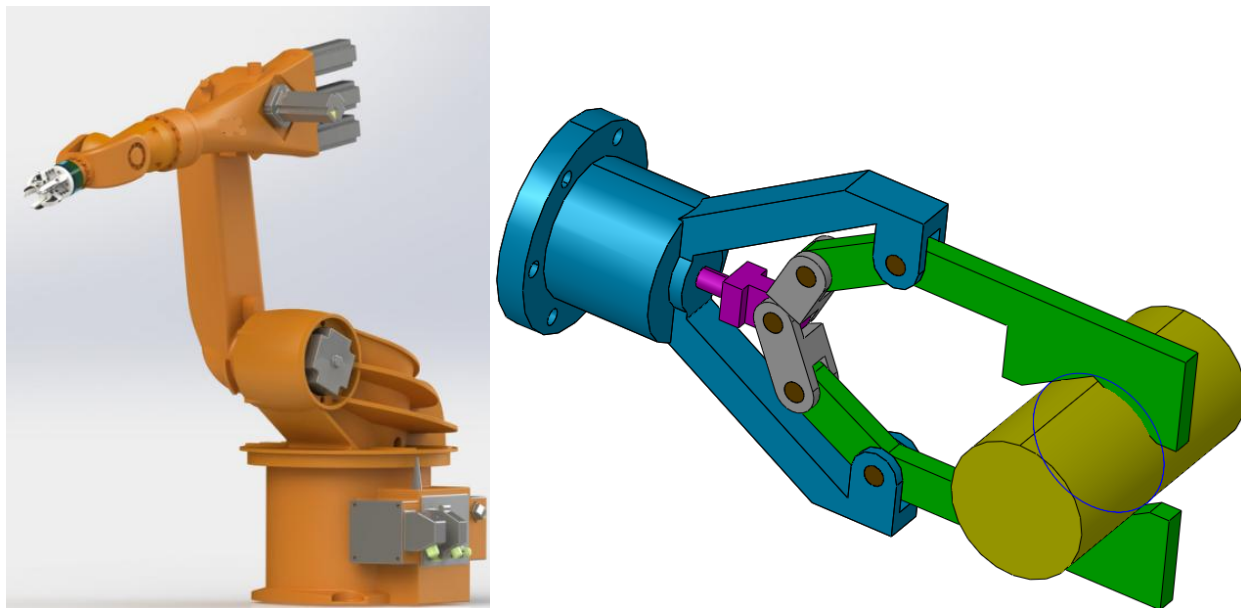
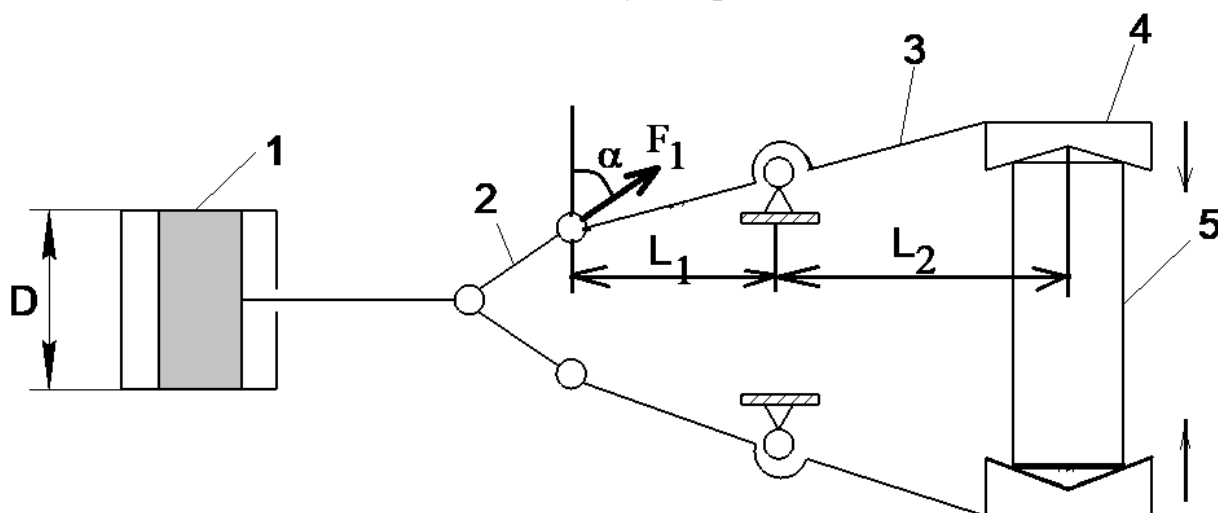

Рис. 6 Робот-манипулятор и его схват
Рис. 7. Вид на схват сбоку
Для перемещения деталей электромобиля на производственном участке применяется робот-манипулятор (рис. 6, слева). Для захвата и удержания деталей робот оснащен симметричным схватом (рис. 6, справа; схема на рис. 7). Схват состоит из пневмопривода (1), рычагов (2) и (3), а также губок (4), которые удерживают деталь (5). Определить диаметр поршня пневмоцилиндра D (м), требуемого для удержания
1. Рассмотрим расчетную схему (рис. 7). На губки действует сила тяжести $F=m \cdot g=10 \cdot 10=100$ Н. Равновесие звена 3 определяется из равенства моментов: $F \cdot L_2 = F_1 \cdot L_1 \cdot \cos \alpha$. Отсюда, усилие действующее на звено 2 направлено по его оси и равно $F_1 = F \cdot L_2 / (L_1 \cdot \cos \alpha) = 100 \cdot 0,5 / (0,25 \cdot 0,71) = 281,69$ Н. Усилие на поршне равно $F_{\text{п}} = k \cdot 2 \cdot F_1 \cdot \sin \alpha = 2,5 \cdot 2 \cdot 281,69 \cdot 0,71 \approx 1000$ Н. Диаметр поршня пневмоцилиндра равен $D = \sqrt{(4F_{\text{п}}) / p\pi} = \sqrt{(4 \cdot 1000) / 400000 \cdot 3,14} = 0,056$ м.